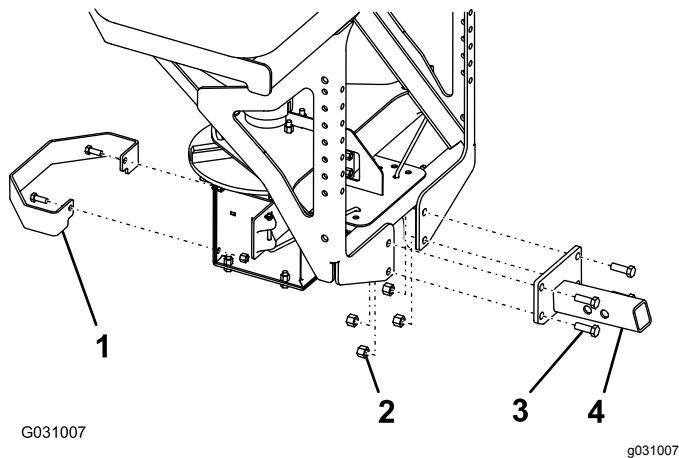

Figura 4
1. Monte el acoplamiento deslizante en el esparcidor con 4 pernos ($\frac{1}{2}$ ") y contratuercas ($\frac{1}{2}$ "), y apriete los pernos a 76 N·m (56 pies-libra) como se muestra en la Figura 4.
2. Monte el protector del disco distribuidor en el esparcidor con los 2 pernos existentes ($\frac{3}{8}$ ") y contratuercas ($\frac{3}{8}$ "), y apriete los pernos a 27 N·m (19.7 pies-libra) como se muestra en la Figura 4.